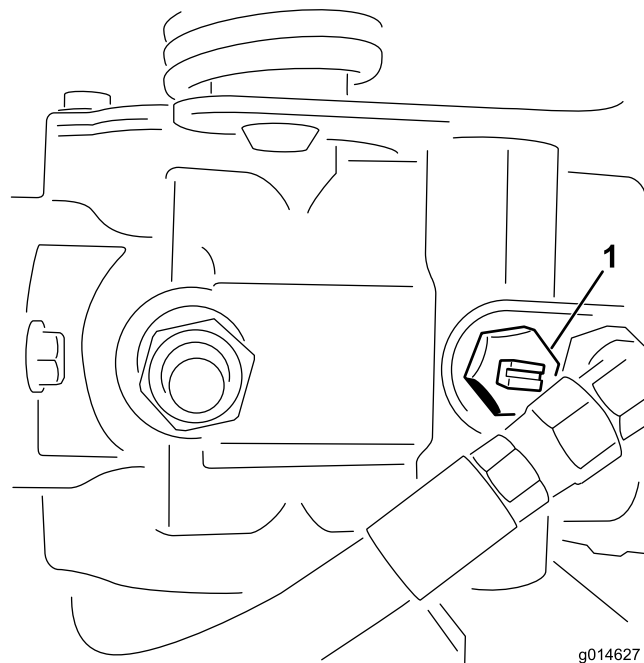

図 41
1. 油圧ポンプについているバイパス・バルブ（図 41）の溝が「縦」になるようにバルブを回転させる。
2. エンジンを始動する前に、必ずバイパスバルブを閉じる（溝が横向きになる）（図 41）。